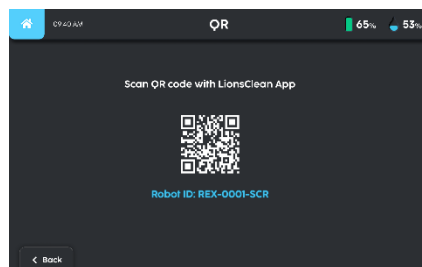

Fig. 2
2. Scan de QR-code op het touchscreen van de robot en plaats deze in het groene kader op het app-scherm, zoals afgebeeld (Fig. 2).